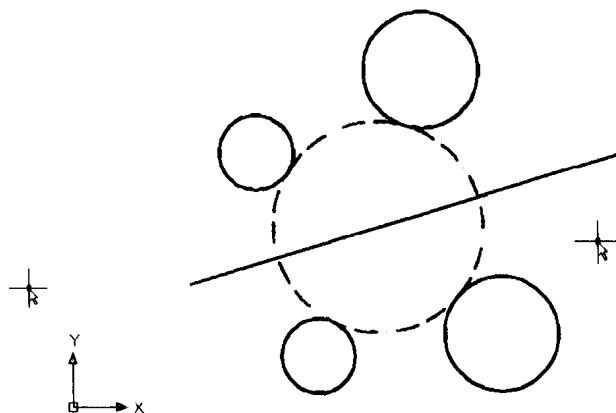

图1-6 创建相切圆
(3) 应用“绘图”菜单的“圆”子菜单中的“相切、相切、相切”选项，从四个圆中任意选取三个进行外切，即可生成所要求的圆，如图1-6所示。
(4) 利用“查询”命令，求出该圆的圆心位置和半径大小即可。